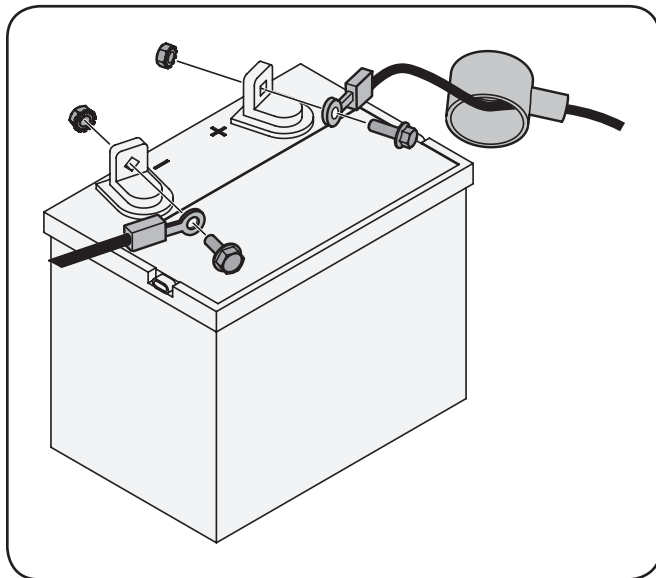

Figure 3-7
1. Retire la cubierta de plástico, si está presente, desde la terminal de la batería positivo y adjuntar el cable rojo a la terminal de la batería positivo (+) con el tornillo y la tuerca hexagonal. Ver Fig. 3-7.
2. Retire la cubierta de plástico, si está presente, a partir de la negativa terminal de la batería y conectar el cable negro a la terminal de la batería negativo (-) con el tornillo y la tuerca hexagonal. Ver Fig. 3-7.